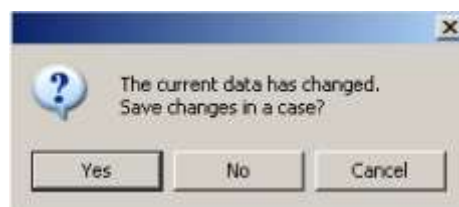

图 9.19: Save Changes 对话框
- 在问你是否想储存你的数据 (见图 9.19) 时, 回答 ' No'